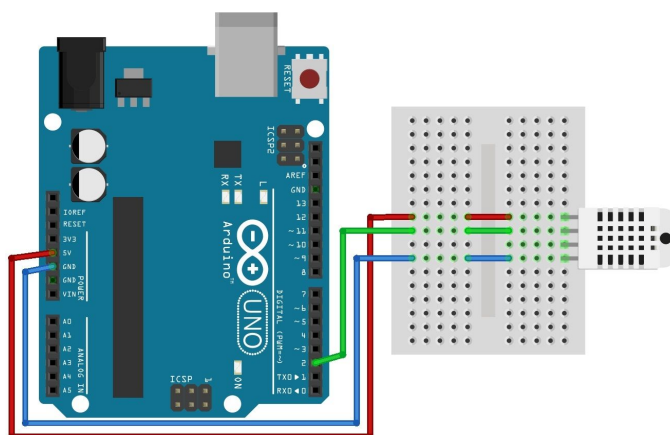

Fig 25. Esquema sensor DHT22
- És un sistema de comunicació d'un IC mestre a un o més IC esclaus (veure Fig. 25 i 26).